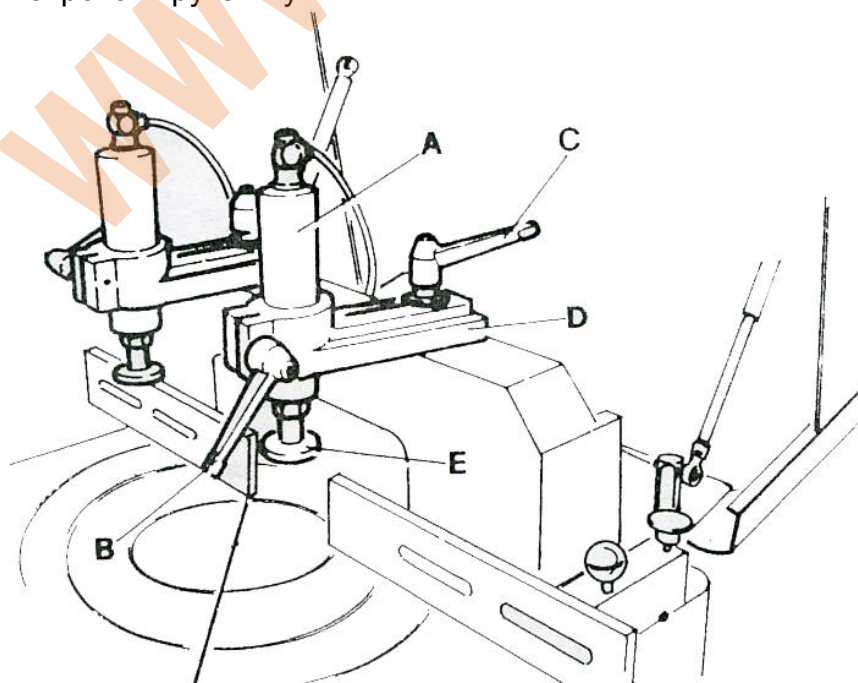

Рис. 5
5.2 Настройка запорного цилиндра (Рис. 5)
• На рис. 5: А – ограждение, В – магнитный выключатель, С – магнит. Во время работы станка ограждение должно быть закрыто. При открытии ограждения срабатывает магнитный выключатель и станок останавливается.